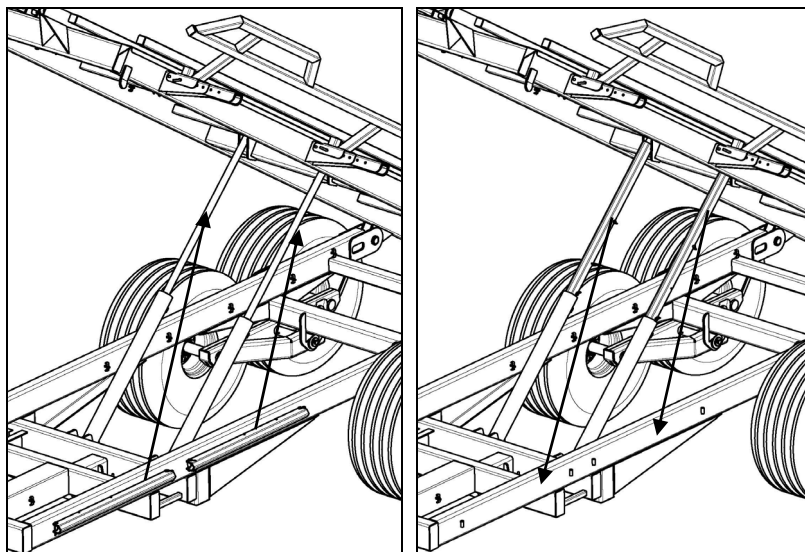

Figure 6.1 Installation des béquilles de sécurité
- 2- Placer les béquilles sur la tige du cylindre comme illustré à la Figure 6.1